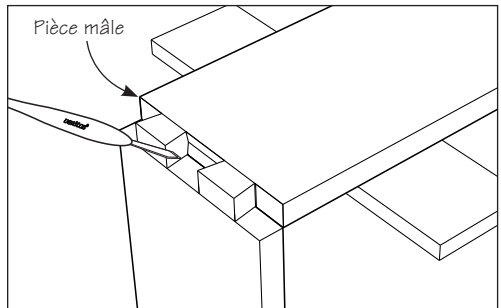

Figure 16 : Report des queues sur le bout de la pièce femelle
2. Déplacer l'appui de quelques pouces. Déposer la pièce mâle à plat sur l'appui et le bout de la pièce femelle en alignant parfaitement les chants de chacun. Voir la figure 16.